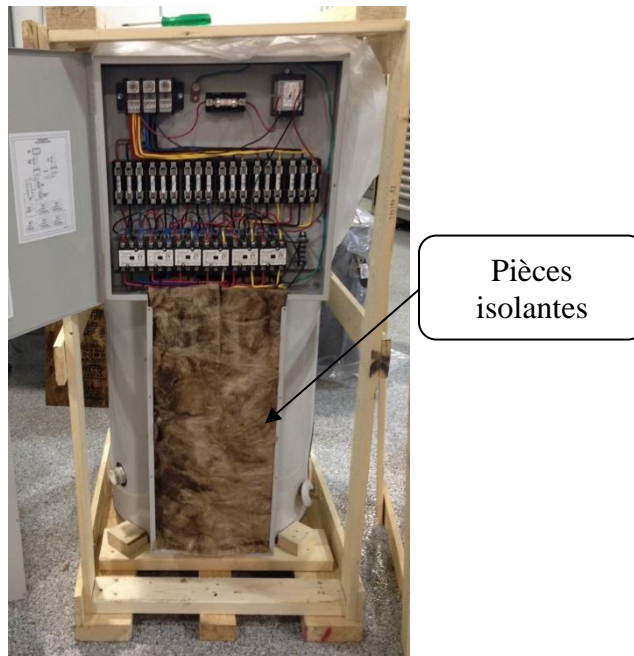

Figure 5. Intérieur du boîtier de commande
3. Retirer et mettre de côté les pièces isolantes qui se trouvent à l'intérieur de la partie inférieure de l'armoire de commande pour accéder aux éléments (voir la Figure 5).